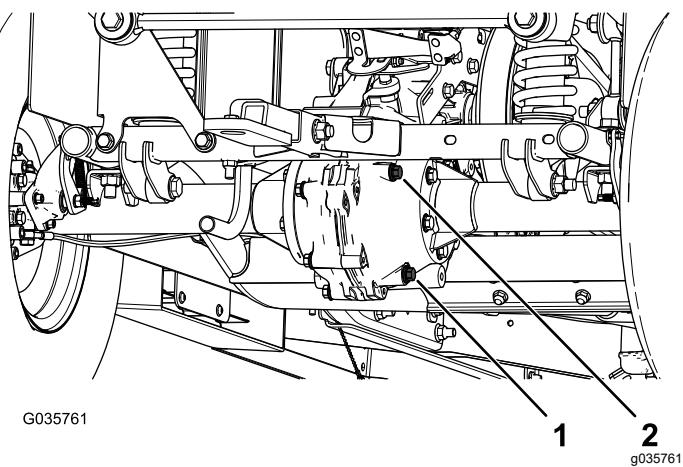

Рисунок 58
4. Снимите пробку заливного отверстия в коробке передач (Рисунок 58).
5. Если уровень жидкости низкий, снимите пробку заливного отверстия и доливайте жидкость указанного типа до тех пор, пока она не начнет вытекать из отверстия (Рисунок 58).
- Подставьте под пробку сливного отверстия сливной поддон (Рисунок 58).
- Снимите пробку заливного отверстия и уплотнение (Рисунок 58).
- Снимите пробку сливного отверстия и уплотнение и дайте рабочей жидкости полностью стечь (Рисунок 58).